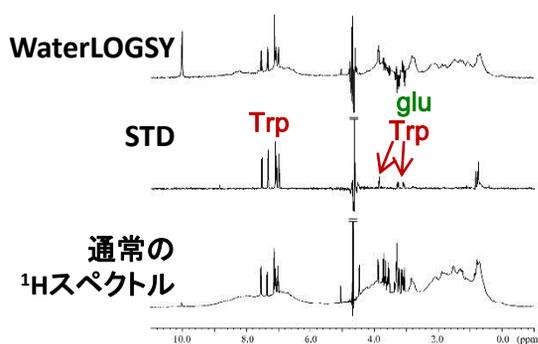

図1 WaterLOGSY法とSTD法の比較：ヒト血清アルブミン (HSA) とトリプトファン (Trp) 複合体のNMR
- ▶ ヒト血清アルブミン (HSA) とトリプトファン (Trp) の複合体の通常の¹H NMRスペクトルに対するWaterLOGSY法及びSTD法によるスペクトルを図1に示します。
- ▶ WaterLOGSY法では、タンパク質によるシグナルは十分には消去できていませんが、結合しないグルコースのシグナルは下向きになります (図1上)。
- ▶ STD法では、タンパク質によるシグナルは効率よく消去され、結合したトリプトファンのシグナルをより鮮明に確認することができます (図1中)。